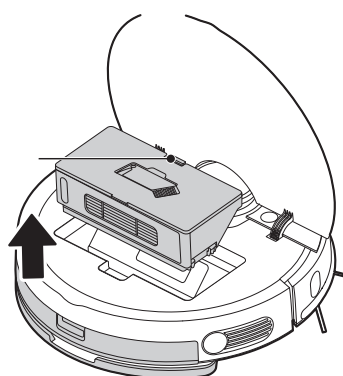

Figura 1
1. Extraer el tanque de polvo: Levante la cubierta posterior del aparato; pulse el botón de liberación del tanque de polvo y retire hacia arriba la misma (Figura 1).